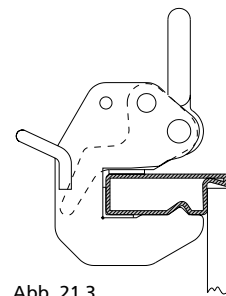

Abb. 21.3
3. Zum Verriegeln Sicherheitshebel wieder in Ausgangsstellung drücken (Abb. 21.3).